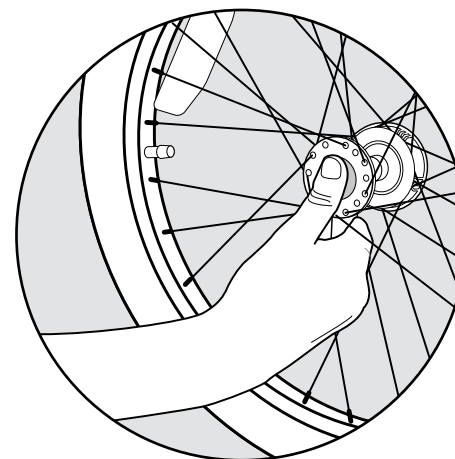

Figure 4
1. Appuyez sur le bouton en caoutchouc sur l'extérieur du moyeu de la roue (Figure 4).